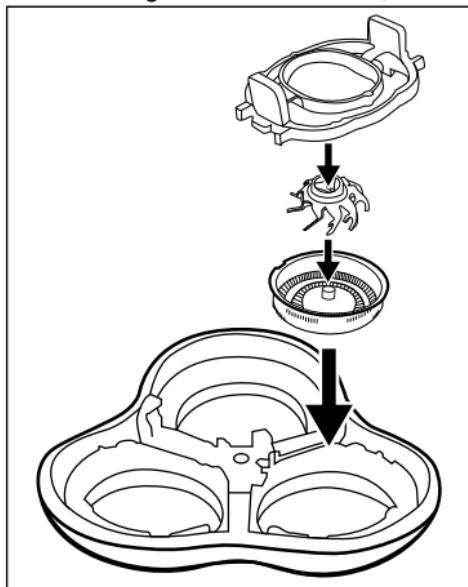

Fig. 4
- 4) Riassemblare l'unità di taglio **2**. A tale scopo utilizzare come ausilio la seguente illustrazione (vedere fig. 4).